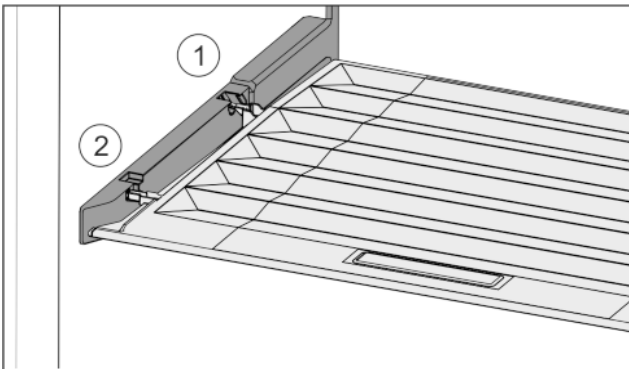

Fig. 29
- ▶ Dekselranden via de opening van de achterste houder Fig. 29 (1) aanbrengen en van voren in de houder Fig. 29 (2) klikken.